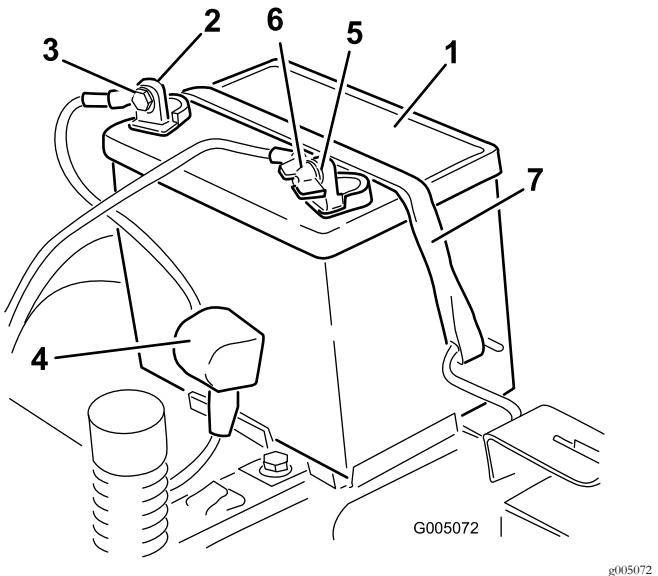

Figure 49
- Débranchez le câble négatif (noir) de mise à la masse de la borne de la batterie (Figure 49).
- Débranchez le câble positif (rouge) de la borne de la batterie (Figure 49).
- Déposez la barrette de maintien de la batterie (Figure 49) et soulevez la batterie de son support.
- Placez la batterie sur son support (Figure 49).
- Fixez la batterie en place à l'aide de la sangle de maintien (Figure 49).